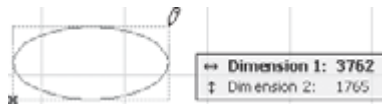

Рис. 3.19. Построение эллипса с указанием диагонали описанного прямоугольника
2. Укажите вторую точку диагонали, перемещая указатель мыши. В процессе выполнения операции на экране точечной линией будет отрисовываться прямоугольник с вписанным в него эллипсом (рис. 3.19). В информационном табло будут динамически отображаться длина и ширина прямоугольника, фактически являющиеся длинами осей эллипса.